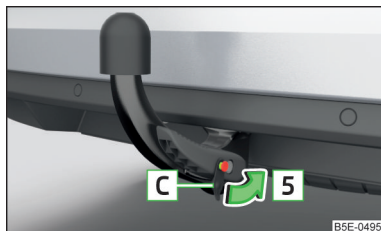

Fig. 293
- Introduceți capacul **C** pe încuietoare în sensul săgeții **5** și presați-l » fig. 293.